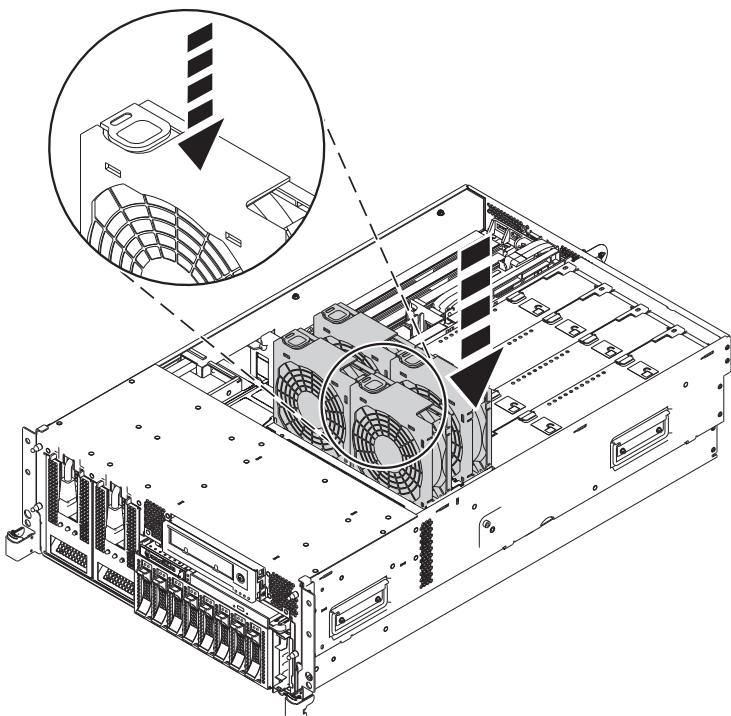

図 17. ファン・ケージへのファンの取り付け
- c. ファンを取り付けるには、図 17 に示すように、ファンをファン・ケージ内の位置に挿入し、ロックされるまで押し下げます。